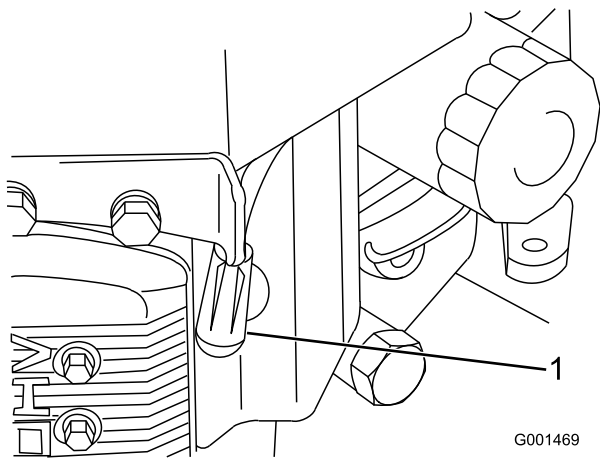

Figura 35
3. Scollegate il cappellotto dalla candela (Figura 35).